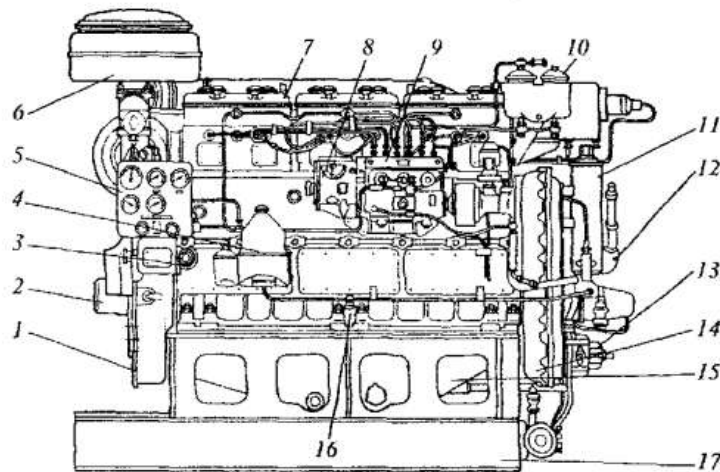

Рисунок 1 Дизель К-61М2
1) Какой узел или агрегат обозначен под цифрой 6 дизеля К-461М2 (рисунок 1)?